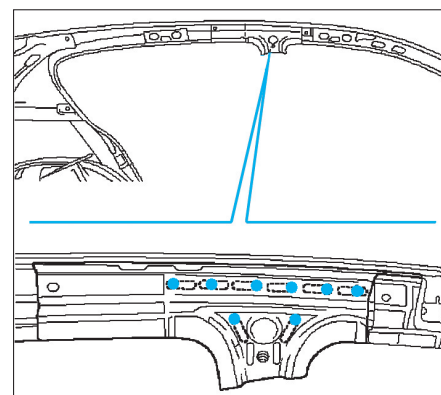

FIG. 74
- Effectuer 8 trous oblongs sur le renfort de pavillon (fig. 74).